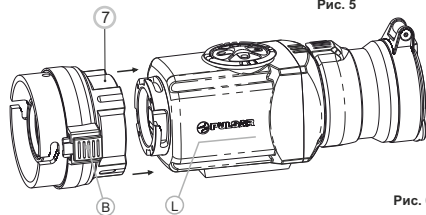

Рис. 6
- Позиционируйте окуляр насадки таким образом, чтобы защелка (В) находилась параллельно логотипу Pulsar (L) на корпусе монокуляра (рис. 6).
- Вставьте окуляр насадки в корпус прибора до упора и зафиксируйте его, повернув стопорное байонетное кольцо (7) по часовой стрелке.